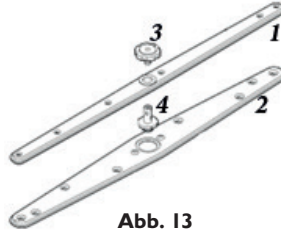

Abb. 13
- Entfernen Sie die Wasch Arme (Abb. 13) (unten und oben 1 und 2) durch Lösen der Schrauben (3 und 4) und reinigen unter dem aktuellen Wasser